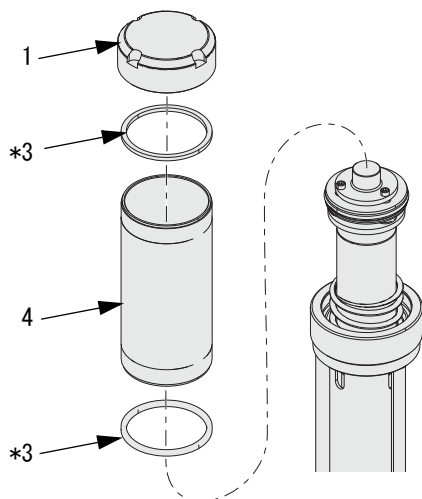

図 10
1. キャップ (1)、シリンダ (4) および正方形ガスケット (3*) を外します。キャップの下のバネ (図 10 に表示されていません) も含め、すべての部品に損傷がないか点検し、必要に応じて交換します。図 10 を参照のこと。手でネジを抜くかまたは鎖レンチを使用してシリンダ形状の変形を防ぎます。